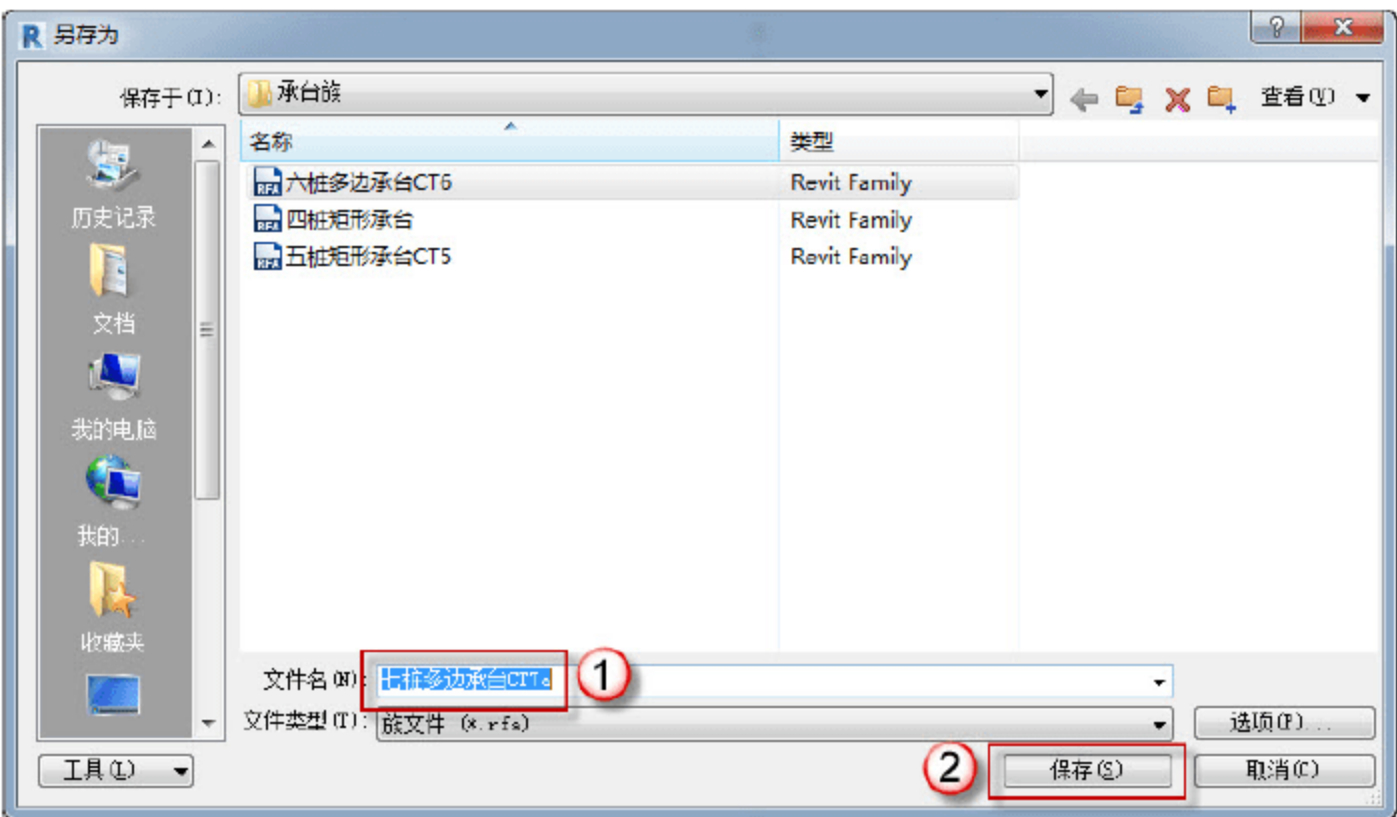

图 2.1.90 另存为族
(12) 另存为族。单击“应用程序”→“另存为”→“族”命令，在弹出的“另存为”对话框中，将已经调整好的承台标头文件另存为“七桩多边承台 CT7a” RFA 族文件，如图 2.1.90 所示。